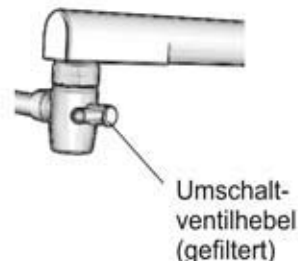

Abb. 7
- 6.) Bringen Sie den Umschaltventilhebel in waagerechte Position (Abb. 7) und drehen Sie Ihren Wasserhahn auf. Es fließt nun Wasser durch den Filter. Prüfen Sie das Gerät auf Dichtheit. Bei Bedarf müssen evtl. undichte Verbindungen nachgezogen werden.